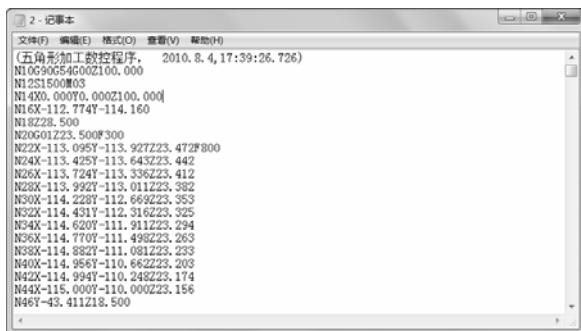

图 3-41 生成的数控代码
2) 输入文件名后选择“保存”按钮，系统提示“拾取加工轨迹”，应按顺序依次拾取加工轨迹。当拾取到加工轨迹后，该加工轨迹变为被拾取颜色。鼠标右键结束拾取，系统即生成数控程序。该程序生成在“记事本”文件上，如图 3-41 所示。拾取时可使用系统提供的拾取工具，可以同时拾取多个加工轨迹，被拾取轨迹的代码将生成在一个文件当中，生成的先后顺序与拾取的先后顺序相同。